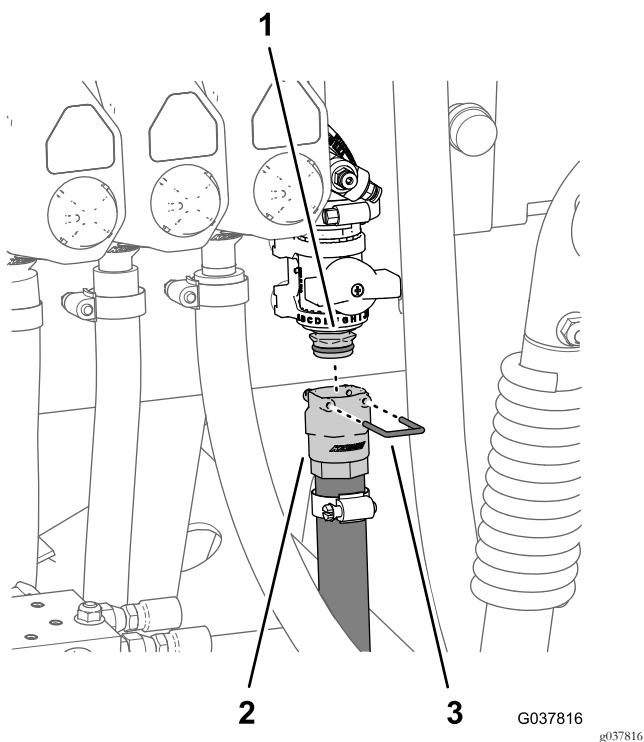

图94
2. 将软管的快速连接接头插槽安装到法兰切断阀的快速连接接头上图94。
3. 使用随软管快速连接接头提供的卡环固定软管的快速连接接头和法兰切断阀 图94。